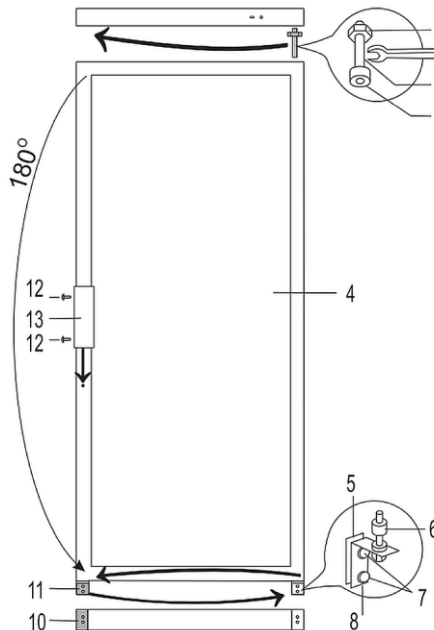

Fig. 9
1. Afloje los dos tornillos (7, fig. 9) y retire el soporte inferior de la bisagra (8) junto con el conjunto de arandelas (6) en el eje y la pieza intermedia (5).
2. Quite los tornillos (7) y retire el soporte de la bisagra (11).
3. Retire la puerta (4)
4. Desatornille la clavija del cojinete (2) junto con la tuerca (1) y las arandelas (3) del soporte de la bisagra superior.
6. Primero, gire la puerta (4) 180°, a continuación, deslice la clavija del cojinete superior (2) en la puerta (4) y cuelgue la puerta (4).
7. Retire los tornillos de sujeción (12) de la puerta y extraiga el agarradero de la puerta (13).
8. Instale el agarradero de la puerta (13) en el lado opuesto.
- La placa (10) permanece en su sitio.
10. En primer lugar, deslice la clavija del cojinete (2) en la puerta y, a continuación, monte el soporte de la bisagra inferior (8) junto con el conjunto de arandelas y juntas en el lado opuesto del refrigerador.